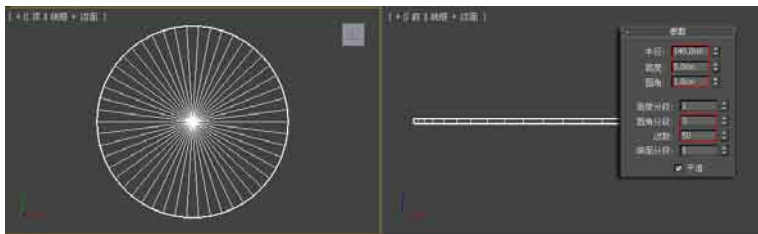

图3.33 创建圆柱体
- 03 在创建命令面板的 **标准基本体** 下拉列表中选择“扩展基本体”选项，打开扩展基本体创建命令面板。单击 **切角圆柱体** 按钮，在顶视图中创建一个切角圆柱体，设置圆柱体的参数如图3.33所示，并将其命名为“茶几面”。